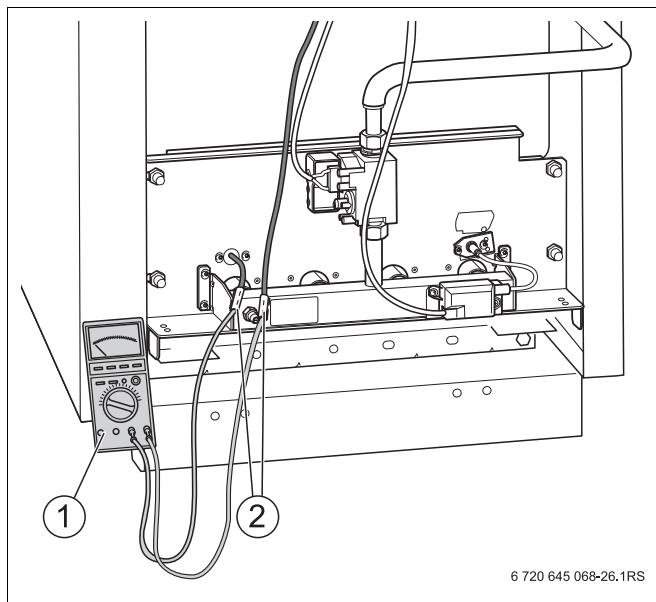

Рис. 30 Измерение тока ионизации
- Измерительный прибор (Рис. 30, **поз. 1**) последовательно соединить с контактами снятого штекерного соединения контролльного кабеля (Рис. 30, **поз. 2**).
- Выбрать на измерительном приборе (Рис. 30, **поз. 1**) диапазон постоянного тока в мА.
- Восстановить штекерное соединение контрольного кабеля (Рис. 30, стр. 48, **поз. 2**).